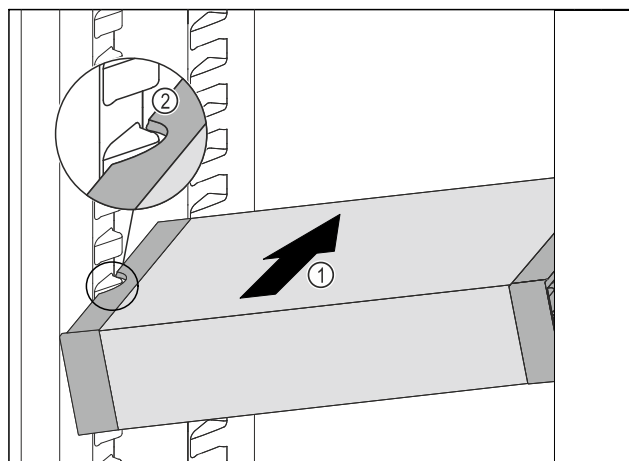

Fig. 104
- Predal VarioSafe potiskajte poševno v hladilnik Fig. 104 (1), dokler stranska izreza Fig. 104 (2) predala VarioSafe nista na višini nastavka za posodo v hladilniku.